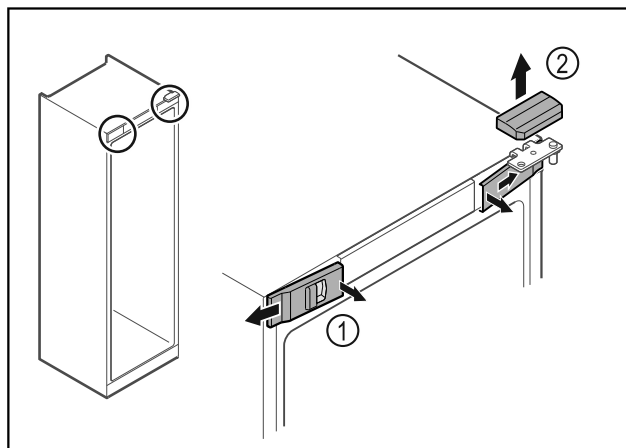

Fig. 18
- ▶ Odstiňte zvnútra predné kryty Fig. 18 (1) a odoberte ich do strany.
- ▶ Odoberte horný kryt Fig. 18 (2) nahor.